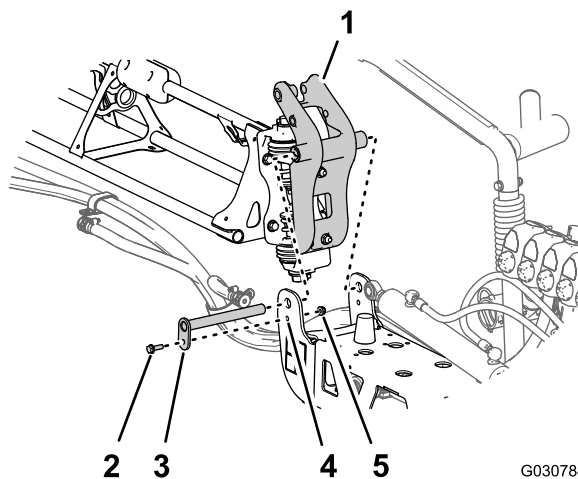

Figura 121
- Alinee los casquillos del acoplamiento de giro con los orificios de las pestañas del soporte de giro situado en el extremo de la sección de fumigación central (Figura 121).